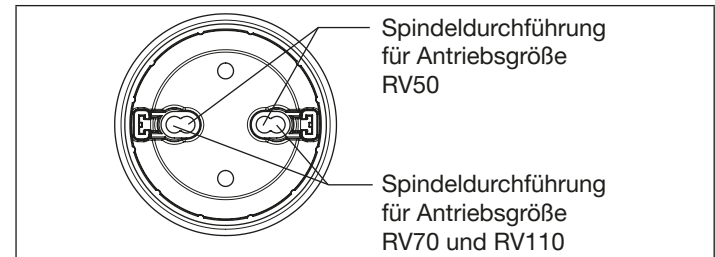

Abb. 9: Spindeldurchführung
- ▶ Nur die zur Antriebsgröße passende Spindeldurchführung verwenden (siehe „Abb. 9“).
→ Die Schaltspindeln durch die passenden Spindeldurchführungen schieben. Dabei sind die äußeren Durchführungen für die Antriebsgröße RV70/110 und die innere Durchführung für die Antriebsgröße RV50 vorgesehen (siehe „Abb. 9“).